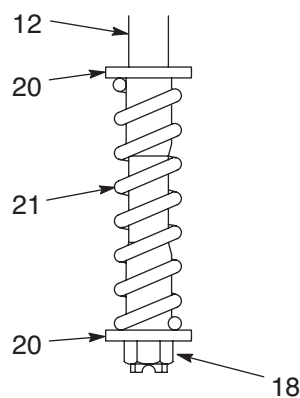

图 8
9. 目测检查弹簧 (21)，看看是否有磨损或损坏，继续此步骤。从解扣杆 (12) 上拆下螺母 (18)、弹簧 (21) 和定位器 (20)。在新弹簧 (21) 的各端重新装配定位器 (20)。您必须将螺母拧到杆上，直至其转到螺纹末端，使其达到杆肩的最低位置。(图 8)